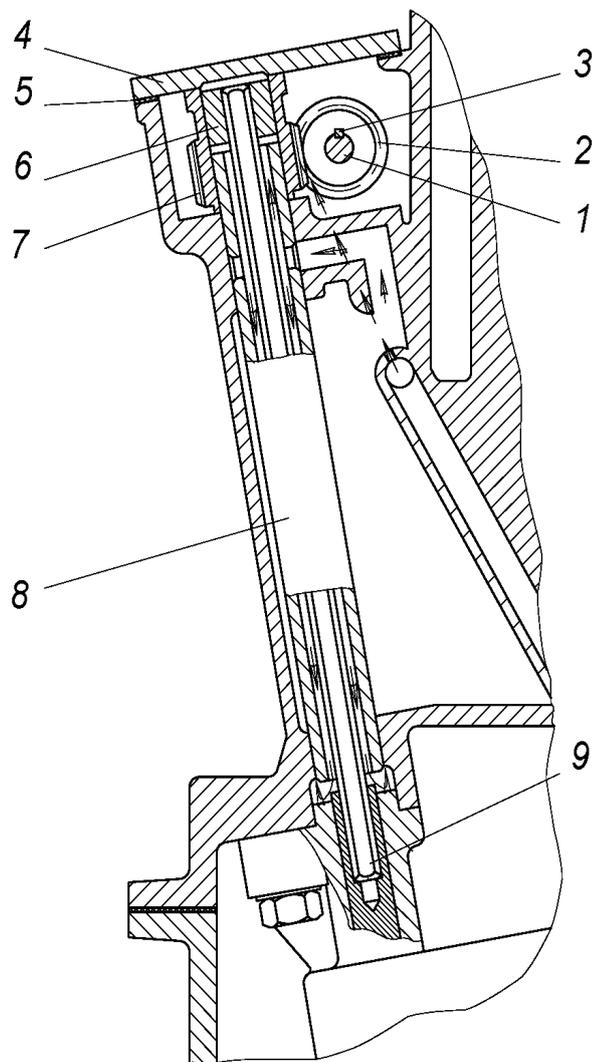

Рис.34. Привод масляного насоса:
**Привод масляного насоса** (рис.34) осуществляется парой винтовых шестерен от промежуточного вала 1 привода распределительных валов.